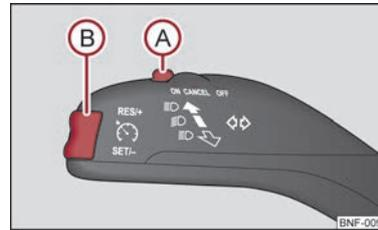

Abb. 63 Bedienungshebel: Wippe und Schalter der GRA
Bedient wird die Geschwindigkeitsregelanlage mit dem Schalter (A) ⇒ Abb. 63 und der Wippe (B) im linken Multifunktionshebel.
- Drücken Sie den Schalter (A) in Stellung ON.
- Nach Erreichen der gewünschten Geschwindigkeit drücken Sie die Wippe (B) in die Position SET -.
- Die gespeicherte Geschwindigkeit können Sie ohne Betätigung des Gaspedals durch Drücken der Wippe (B) ⇒ Abb. 63 in die Position **RES + erhöhen**.
Die gespeicherte Geschwindigkeit können Sie durch Loslassen des Brems- oder Kupplungspedals und durch kurzes Drücken der Wippe (B) ⇒ Abb. 63 in die Position **RES +** wieder aufnehmen.
- Drücken Sie den Schalter (A) ⇒ Abb. 63 nach rechts in Stellung **OFF**.